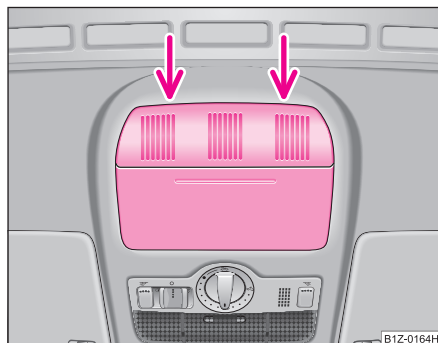

Fig. 39 Detalle del revestimiento interior del techo: Punto de inicio del destornillador
- Aplicar con cuidado un destornillador con la hoja plana en el lado posterior de la cubierta para el mecanismo propulsor del techo ⇒ fig. 39.